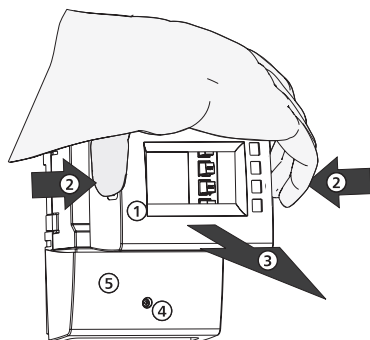

Fig. 1: Quitar la pantalla frontal
- Sujetar la pantalla frontal ① en las estrías laterales de agarre ② y extraerla hacia delante ③ (Fig. 1).
1. Aflojar el tornillo ④ (Fig. 1).
2. Extraer la cubierta de bornes ⑤.